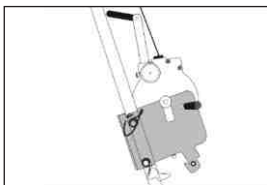

Fig. 2
- 3) Glisser la partie métallique de l'axe de l'antichute dans la lumière de la platine prévue à cet effet (Fig. 2).